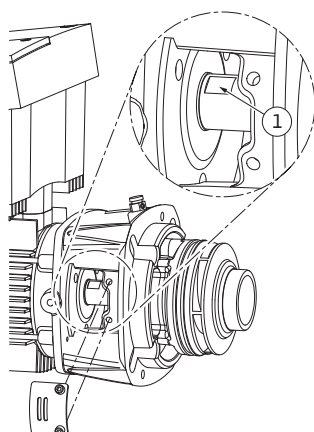

Fig. 54: Võtmepinnad võllil
15. Asetage harkvõti (optimaalse mõõduga 22 mm) distantsääriku avasse ja hoidke võtmepindadega võlli kinni (Fig. 54, pos 1). Keerake tööratas mutter välja (Fig. 7, pos 15). Tööratas (Fig. 7, pos 16) tõmmatakse automaatselt võllilt maha.
24. Asetage tööratta paigaldamisel harkvöti (optimaalse mõõduga 22 mm) distantsääriku avasse ja hoidke võtmepindadega völli kinni (Fig. 54, pos 1).